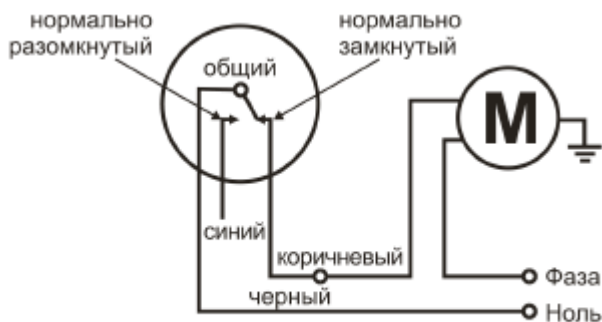

Рис. 5
3.1. Подключите коричневый провод поплавкового выключателя к реле или контактору, а черный – к нулю, как показано на рис. 5.